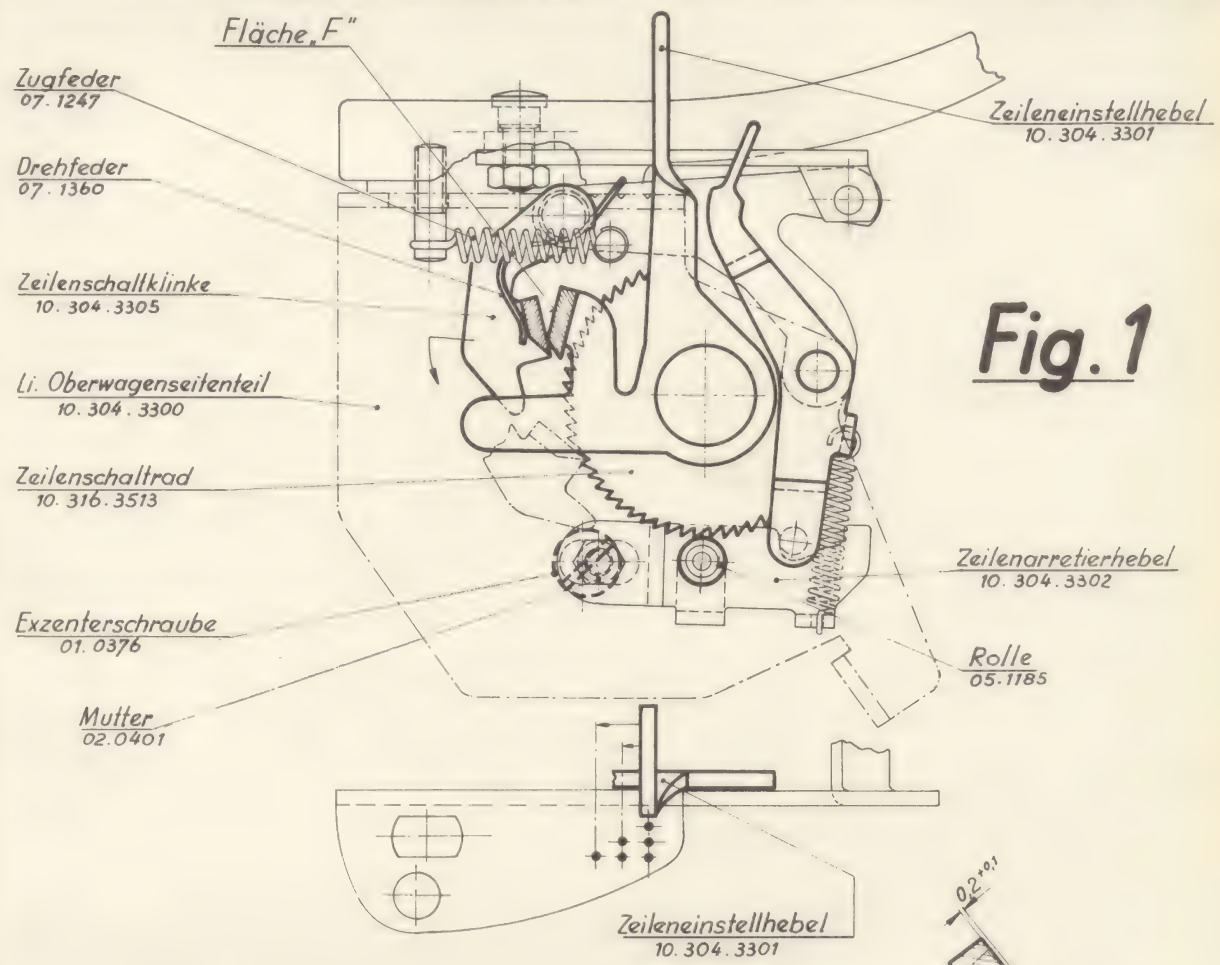

Fig. 1
In Ruhestellung (Fig.1) muss zwischen Auslöseschiene und der Stirnseite S des Wagenantriebszahnrades 10.208.3124 ein Lichtspalt von ca. 0,2 mm vorhanden sein. Ist das nicht der Fall, wirkt erstens das Reibungsmoment auf den Wagenablauf beim Schreiben hemmend, womit das Schriftbild nachteilig beeinflusst wird, und zweitens kann das Wagenantriebszahnrad mit seinen stirnseitigen Sperrzähnen nicht sicher in die synchrone Verzahnung des Freilauf-Ritzels 10.208.3122 eingreifen. In Eingriffsstellung bieten die 6° Schräge der Verzahnung zufolge Selbsthemmung und die Druckfeder 07.1310 reichliche Sicherheit.
I. Zeilenschaltung. Sämtliche Teile müssen sich in ihren Gelenkpunkten spielend leicht drehen, damit die Zugfeder o7.1247 den Rückzug schnell durchführen und die Teile in der Ruhestellung sicher halten kann. Ist diese Prüfung durchgeführt, erfolgt die Einstellung (Fig.1).